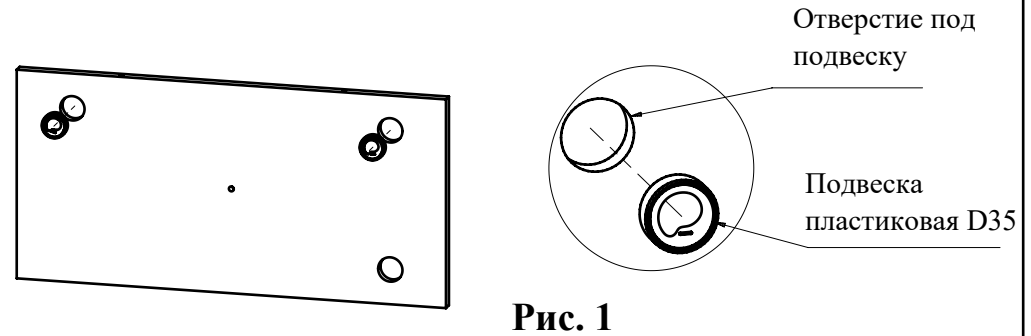

Рис. 1
1. Вбейте подвески пластиковые (Рис. 1).